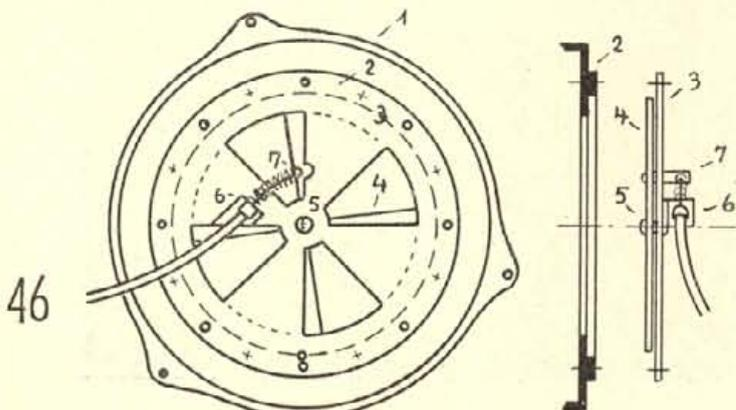

Abb. 3
nicht Aluminiumnieten im Ansaugring zentrisch befestigt. Die Nietköpfe müssen innen versenkt werden, damit sie nicht am Ventilator streifen. Notfalls muß übrigens ein 1 mm Distanzring zwischen die Gehäusestelle gelegt werden, den man aus Karton ausschneidet. Der Außendurchmesser der Drehblende ist so bemessen, daß er sich in der Ansaugöffnung spiel-frei dreht. Auf die Drehblende wurde ein Messingstreifen (9) aufgelötet, als Anschlagnase. Die Anschläge waren zwei, in der Zeichnung als schwarze Punkte vermerkte eingelenkete Stifte. Als Lagerung diente ein 2 mm starker Messingstreifen (2), der mit zwei Nieten am Ansaugring befestigt wurde. Der angelenkete Stift (5) geht durch die drehbare und die feststehende Scheibe hindurch, und eine kleine Feder (6) drückt beide zusammen. Position 8 ist ein aufgelötetes Röhrchen als Bowdenzuglager, Position 9 ein auf die Drehblende gelöteter, durchbohrter Messingstift, in den das Bowdensell eingehängt ist. Eine Druckfeder öffnet die Blende, die hier in geschlossener Stellung gezeichnet ist. Eine Bowdenzugverstellung wurde nicht vorgesehen, da die Regulierung im Magura-Hebel am Lenker erfolgte. Die Wirkung war ganz wie erwartet, denn bei Temperaturen unter 0° wurde der Motor bei geschlossener Blende richtig schön warm, und zwar mit Temperatur-Farbstiften am Kopf mit knapp 200° gemessen. Bei offener Blende sank die Temperatur um etwa 100° ab, also viel zu stark. Das war ein feiner Erfolg, aber konstruktiv gefiel uns die Sache noch nicht, weshalb ein Umbau nach Abb. 3 erfolgte. Dazu kamen wir nach folgenden Überlegungen. Wahrscheinlich wird die Drosselung des Ansaugquerschnittes auf die Hälfte